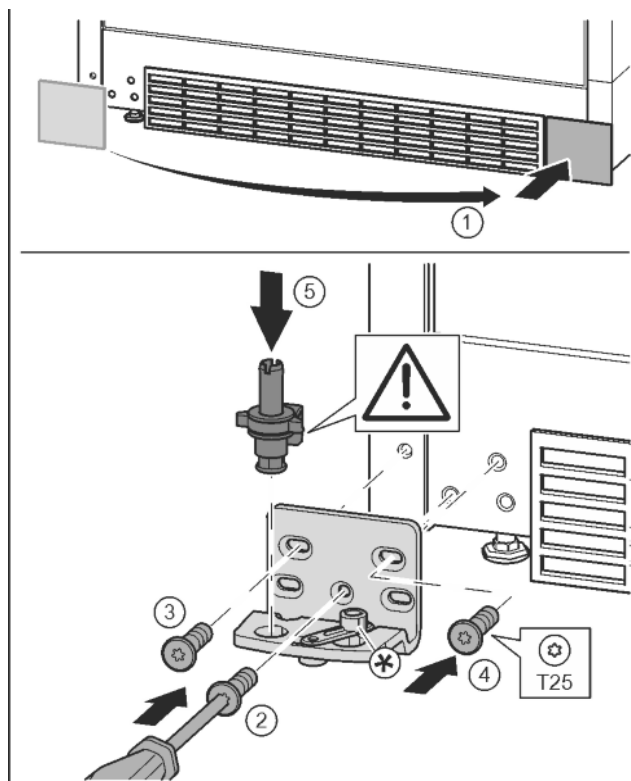

Fig. 14
- ▶ Afdekking eraf halen en op de andere kant aanbrengen. Fig. 14 (1)
- ▶ Lagerbus op de andere kant aanbrengen en met behulp van een schroevendraaier T25 vastschroeven. Met schroef 2 onder in het midden beginnen. Fig. 14 (2)
- ▶ Schroef 3 en 4 vastschroeven. Fig. 14 (3, 4)
- ▶ Lagerbout volledig aanbrengen. Let op dat de vergrendelknok naar achter wijst. Fig. 14 (5)